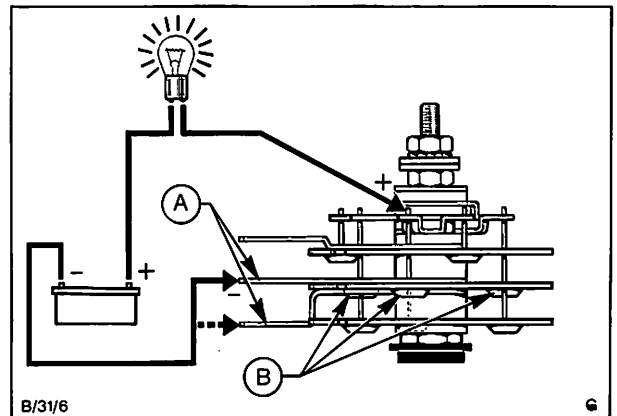

Abb. 45 A = Plus-Klemmen
9. Minus-Prüfspitze des Prüfkreises am Plus-Teil, d.h. am **mittleren** Wärmeableiter bzw. an einer der beiden großen Klemmen anschließen. Plus-Prüfspitze am Anschlußstift einer der drei am **mittleren** Wärmeableiter angeschlossenen Dioden halten, Abb. 45. Funktioniert die Diode einwandfrei, so leuchtet die Prüflampe auf.